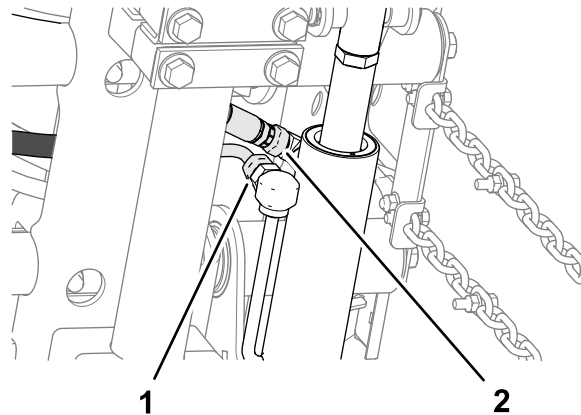

Figura 16
- Alinhe um espaçador entre a placa de suporte e a placa de montagem (Figura 16), e monte frouxamente as placas e o espaçador com um parafuso francês (3/8 x 2,25 pol.) e uma contraporca flangeada (3/8 pol.).